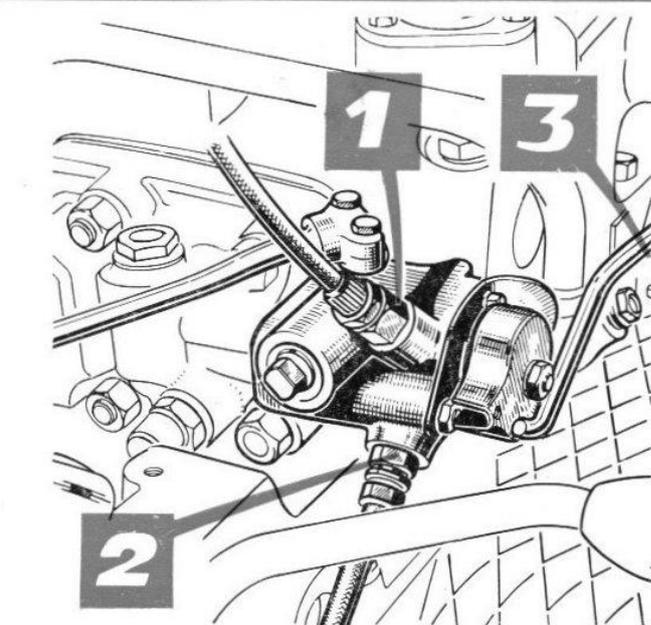

FIG. 99
b) branchement double effet fig. 99).